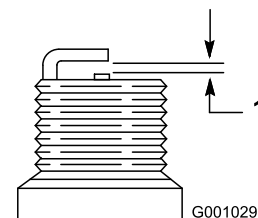

Bild 21
4. Stellen Sie den Abstand der Elektroden an der neuen Zündkerze auf 0,76 mm (Bild 21).